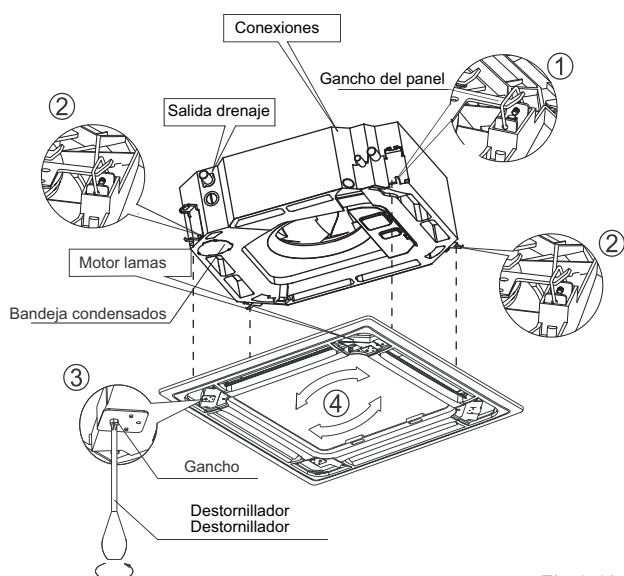

Fig.1-10
- Alinear el motor de las lamas del panel con la conexión de los tubos del cuerpo (Ver. Fig. 1-10).
- Ajuste los cuatro tornillos de los ganchos del panel para mantener la horizontalidad del panel (Ver fig. 1-10).
- Regular el panel en la dirección de la flecha tal y como aparece en la Fig. 1-10 para adaptar el centro del panel en el centro del techo. Asegúrese de que los 4 ganchos de las esquinas se fijan correctamente.